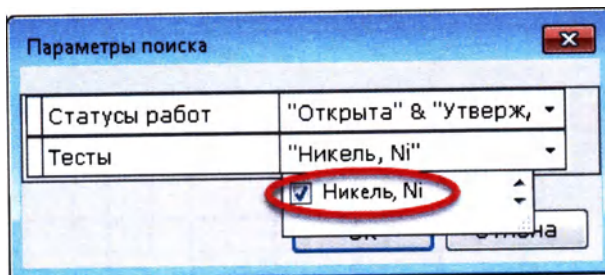

Рисунок 13.36
2. В открывшемся диалоговом окне из выпадающих списков выберите необходимые значения параметров. Например, по параметру «Тесты» выберите значение «Никель» (Рисунок 13.36):